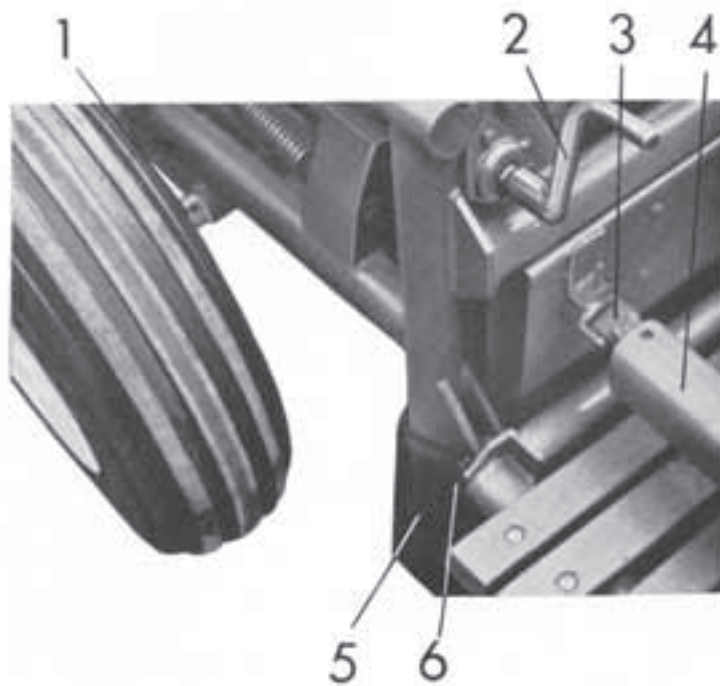

Bild: 2
Beim Einstellen der Spurweite ist der „HEINZELMANN“ linksseitig (in Fahrtrichtung gesehen) hochzubocken. Durch Drehen der Spindel (Pos. 2, Bild 2) wird der Vollerter hinten hochgezogen und dann durch eine Unterlage unter dem Maschinenrahmen abgestützt. (Pos. 5, Bild 2.) Wenn die Spindel so weit zurückgedreht wird, daß der Rahmen der Maschine fest auf der Unterlage aufliegt und das Laufrad frei hängt, werden die durch Achse und Achshalter gehenden Sechskantschrauben gelöst. Nun kann die Spur durch Verschieben des Achsstummels entsprechend den vorgesehenen Bohrungen mühelos eingestellt werden. (Siehe Bild 2.)
- d) Das An- und Abhängen des Bunkers (ggf. des Transportwagens)** erfolgt ähnlich wie beim Einstellen der Spurweite. Die Abstützung geschieht nach Hochdrehen der Spindel unter dem Rahmen des Bunker- oder Transportwagens. Durch Zurückdrehen der Spindel werden die Anhängelbolzen (Pos. 6, Bild 2) entlastet, so daß nach Entfernen der Splinte der Bolzen herausgenommen werden kann. Die Antriebswelle der Bunkerwinde wird abgekuppelt, indem man nach Zurückziehen der Schutzvorrichtung (siehe Bild 2) den Spannstift der Klauenkupplung herausschlägt.
Um eine einwandfreie Arbeit und maximale Leistung zu erzielen, ist der Vollernter den gegebenen Bodenverhältnissen anzupassen. Ist die Siebfähigkeit des Bodens gut, so ist nach Möglichkeit die Maschine hinten tief zu halten. Dieses wird durch das Verstellen der Spindeln (Pos. 2, Bild 2) erreicht. Bei schlechter Siebfähigkeit erreicht man eine längere Siebung und ein langsames Weitergleiten der Hackfrucht dadurch, daß man die Maschine hinten möglichst hoch hält. (Verstellen der Spindel wie oben.) Sollte trotzdem, bedingt durch schlechte Witterungs- und Bodenverhältnisse, eine nicht ausreichende Siebung erfolgen, so ist die Vorwärtsbewegung der Maschine herabzusetzen bei gleichbleibender Drehzahl der Zapfwelle. Dies erreicht man nur durch Einsetzen eines Schlepplers mit Kriechgang bzw. eines Schlepplers mit kleiner Übersetzung. Bei normalen Verhältnissen ist der „HEINZELMANN“ mit einer Geschwindigkeit von 3 km/h zu fahren. Bei günstigen Bedingungen kann die Geschwindigkeit höher liegen.